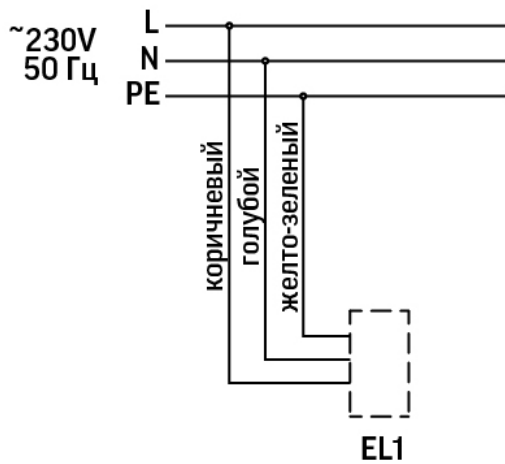

Рис.5
6. Предварительно отключив электричество в помещении, подключите выведенный из светильника кабель, к питающей сети согласно цветовой маркировке проводов (см. Рисунок 5).
7. Предварительно отключив электричество в помещении, подключите выведенный из светильника кабель, к питающей сети согласно цветовой маркировке проводов (см. Рисунок 5).